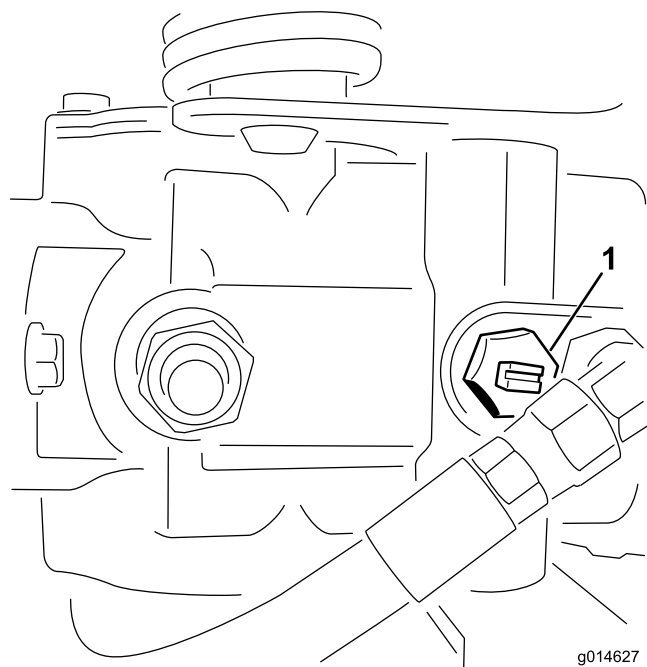

図 41
- 油圧ポンプについているバイパス・バルブ（図 41）の溝が「縦」になるようにバルブを回転させる。
2. エンジンを始動する時には、必ずバイパスバルブ (図 41) を閉じる (溝が横向きになる)。バルブを開けたままでエンジンを掛けないこと。